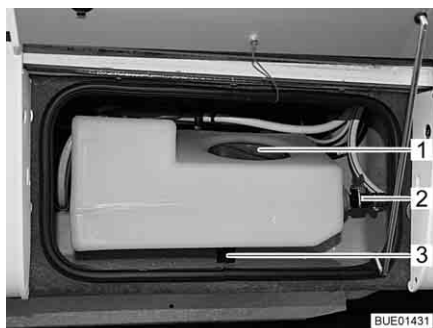
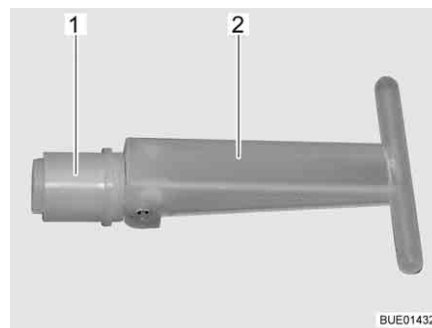

Bild 203 Zusatz-Wassertank
Bild 204 Verschluss-Stopfen
Wenn das Entleerventil (Bild 203,2) offen ist, ist die Füllmenge des Zusatz-Wassertanks auf ca. 30 l begrenzt; überschüssiges Wasser läuft ab. Wenn das Entleerventil geschlossen ist, steht das gesamte Tankvolumen zur Verfügung.
Wenn der Verschluss-Stopfen (Bild 204,1) im Inneren des Zusatz-Wassertanks gezogen wird, fließt das Wasser über den Ablauf (Bild 203,3) ab. Der Verschluss-Stopfen ist durch die Serviceöffnung (Bild 203,1) erreichbar.
- Sicherstellen, dass der Verschluss-Stopfen (Bild 204,1) im Zusatz-Wassertank geschlossen ist (Handgriff (Bild 204,2) ist umgeklappt).
- Sicherstellen, dass das Entleerventil (Bild 203,2) geschlossen ist.
- Serviceöffnung (Bild 203,1) im Zusatz-Wassertank öffnen.
- Durch die Serviceöffnung den Handgriff (Bild 204,2) des Verschluss-Stopfens (Bild 204,1) senkrecht stellen und den Verschluss-Stopfen herausziehen.
- Entleerventil (Bild 203,2) am Zusatz-Wassertank öffnen.